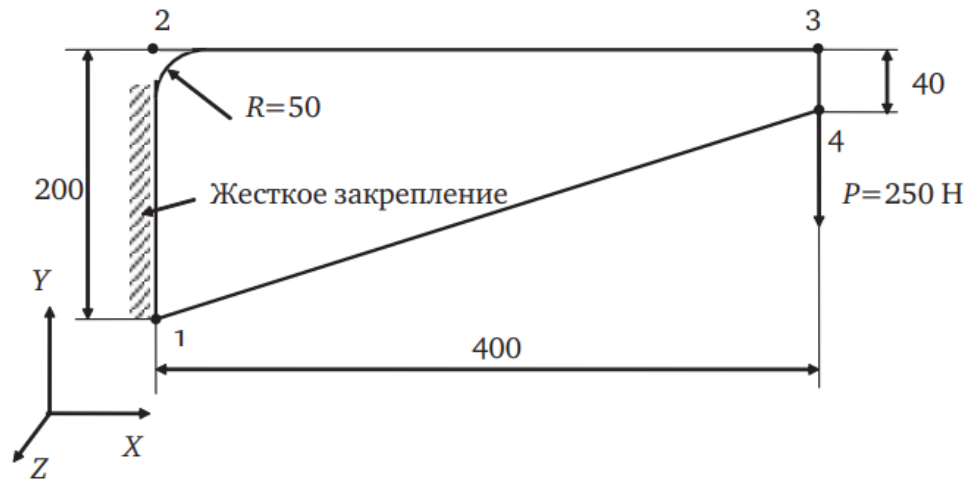

Рисунок 1
Рассмотрим алгоритм решения инженерных конструкций на примере пластины толщиной 5 мм (рисунок 1), жёстко закрепленной по кромке и нагруженной силой 250 Н. В данном примере не рассматриваются вопросы оптимизации конечно-элементной сетки.
11. Задание нагрузок. Сосредоточенная сила прикладывается в точке 4 (рисунок 1) и направлена вдоль оси Y со знаком «минус»